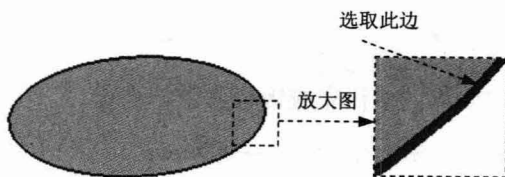

图 1.5 定义附着边
(1) 选择命令。选择下拉菜单 **插入** → **Walls** → **Swept Walls** → **User Flange...** 命令。
(2) 定义附着边。在对话框单击 **Spine:** 文本框，然后在绘图区选取图 1.5 所示的边为附着边。